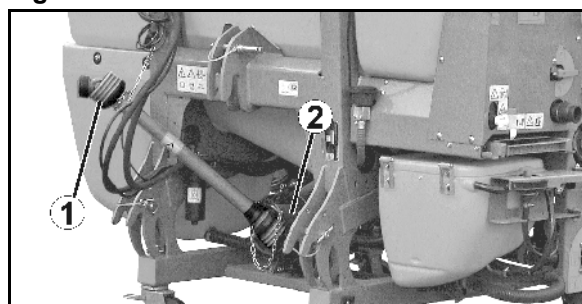

Fig. 12
- Fig. 12/...
- (1) Protection d'arbre à cardan
- (2) Bol de protection côté machine